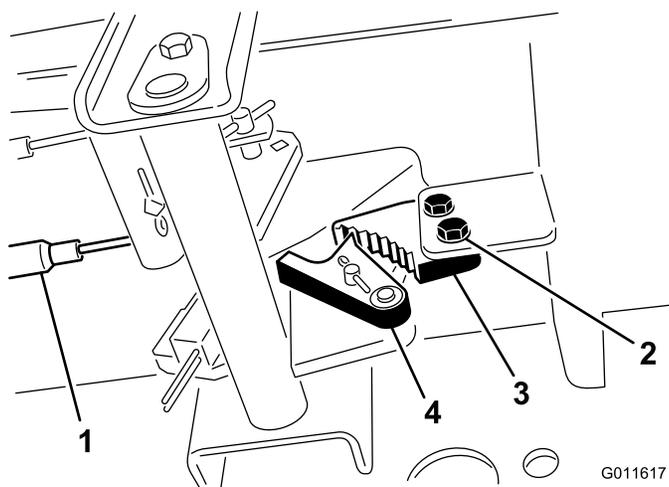

Figura 37
1. Solte os 2 parafusos que prendem a lingueta do travão de mão à estrutura (Figura 37).
2. Carregue no pedal do travão para a frente até o detentor do travão engatar completamente na lingueta do travão (Figura 37).